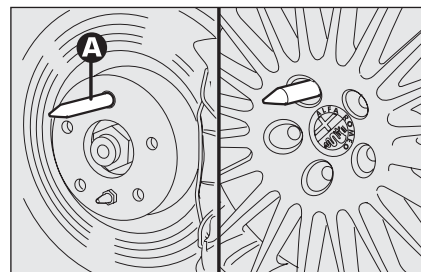

fig. 13
- ☐ apriete el espárrago de centrado **A-fig. 13** en uno de los orificios de los tornillos de fijación presentes en el buje;
- ☐ afloje el espárrago de centrado **A-fig. 13** y apriete el último tornillo de fijación;